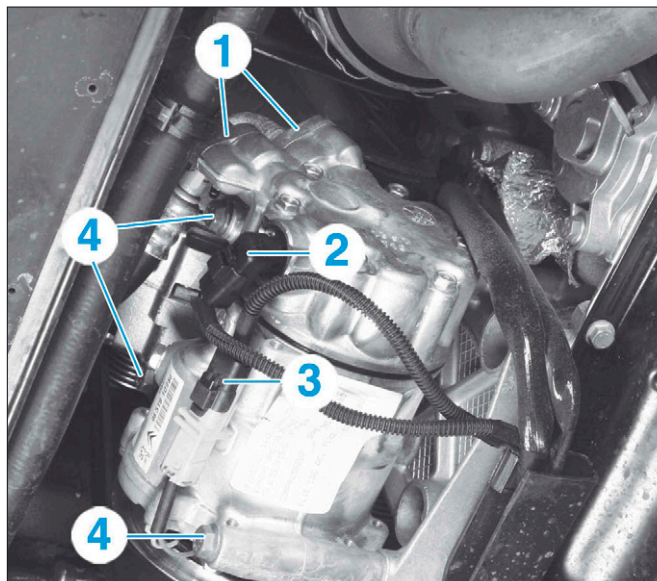

FIG. 5
- Désaccoupler les raccords (1) des canalisations de réfrigération sur le compresseur (Fig.5).
- Débrancher les connecteurs (2) et (3).
- Déposer les vis (4) et le compresseur.